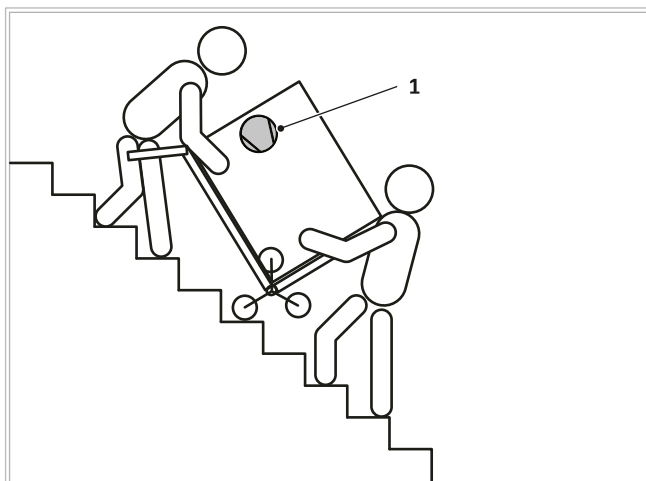

Fig. 2: Transporte en escalera con un carro
- Si se tiene que inclinar el aparato durante el transporte, esto solo puede tener lugar brevemente sobre uno de los lados longitudinales, el compresor, véase → Fig. 2 (1), siempre se debe encontrar arriba.